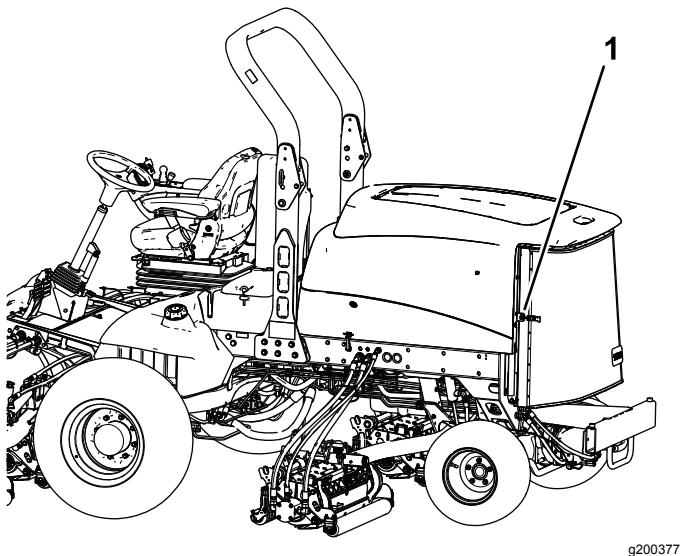

Рисунок 76
2. Откройте защелку и откиньте заднюю решетку (Рисунок 76).